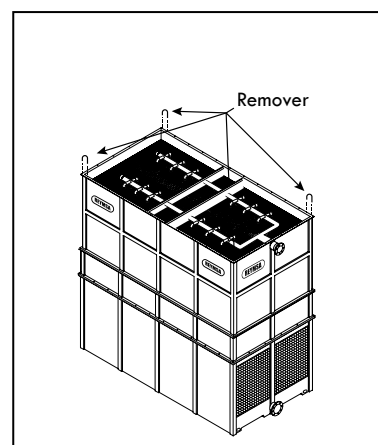

Figura A-113: Remover las argollas de izar de la sección superior del cuerpo de una torre modular (RTGMTC-G y RTGMTC-H)
- O.** Remueva las argollas de izar de la parte superior del cuerpo (ver Figura A-113).